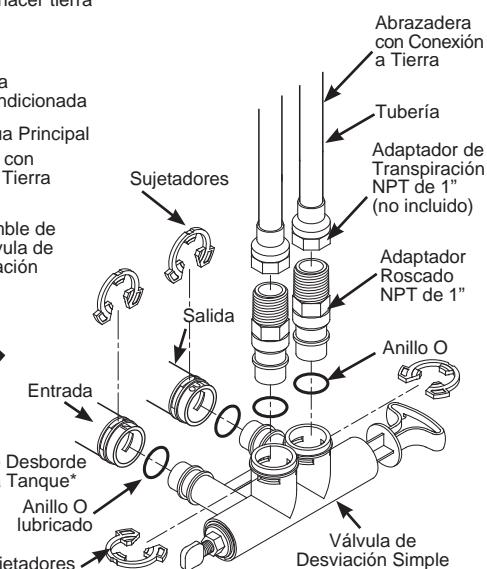

Figura 7
1. Retire dos abrazaderas de las puertas de entrada y salida de la válvula del suavizante de agua y visualmente controle y retire cualquier escombro; (consulte la Figura 7).
3. Si aún no se realizó, coloque una cobertura luminosa de grasa de silicona (a condición de que) en los anillos o de desviación simple; (consulte la Figura 7).